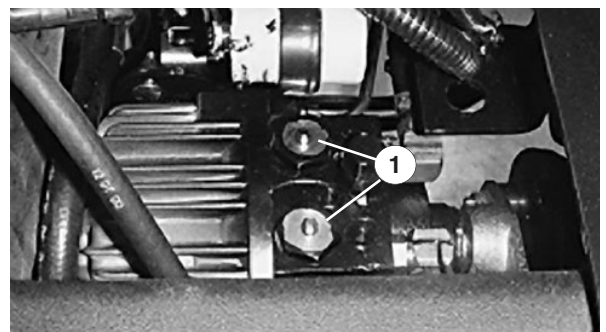
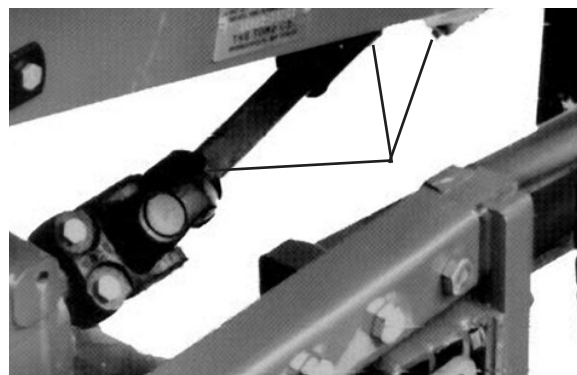
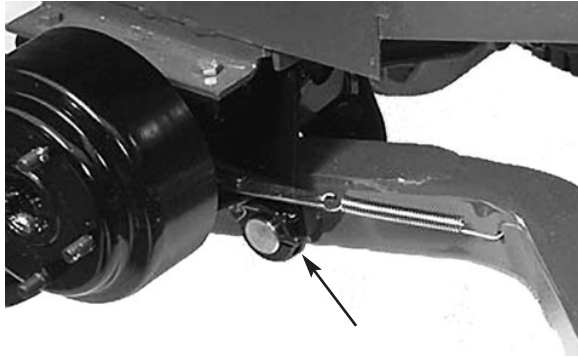
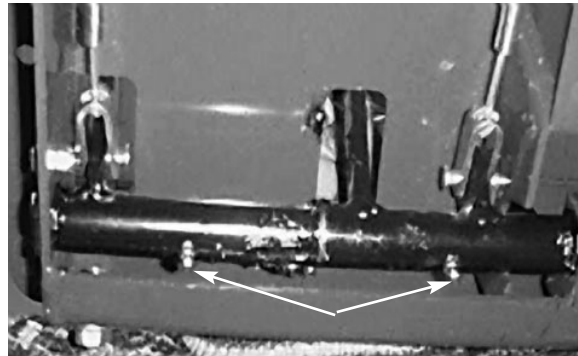

Figure 11
Figure 12
Figure 13
Figure 14
2. Appuyez sur les goupilles et maintenez-les enfoncées au centre des deux (2) ensembles clapet anti-retour en haut de la transmission (Fig. 11) pendant que vous poussez ou remorquez la machine.
Graissez largement les goupilles des clapets anti-retour une fois par an (Fig. 11). Lubrifiez aussi les graisseurs du pont arrière toutes les 500 heures ou une fois par, selon ce qui se présente en premier (non illustré). Lubrifiez les roulements et les bagues suivants du groupe de déplacement : arbre universel de prise de force (Fig. 12) ; bagues de pivot du bras de relevage (Fig. 13), bagues de pivot de freins (Fig. 14) ; bagues des axes de roues arrière (Fig. 15) ; bagues de plaque de direction (Fig. 16) ; bague d'axe de pont (Fig. 16) ; pivot de tension de prise de force (Fig. 17) et roulement de prise de force arrière (Fig. 17). Graissez en outre les deux câbles de freins du côté roues motrices et pédales de frein (Fig. 14).